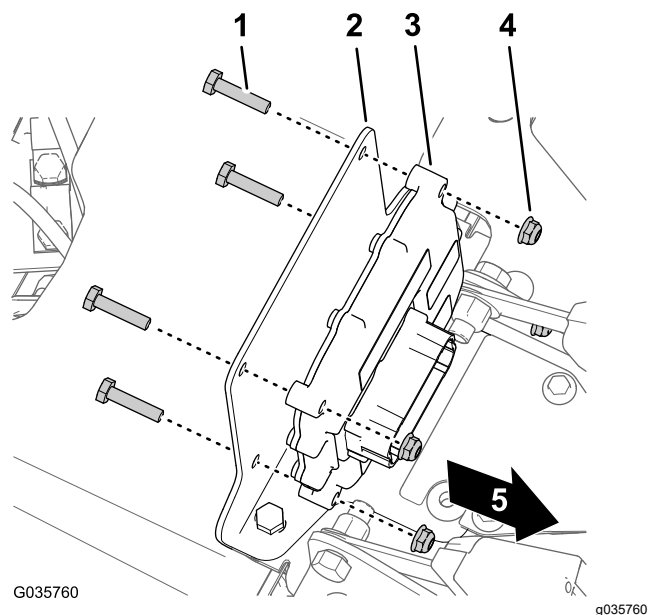

Figura 32
3. Montai controlerul electronic pe suportul de montare (Figura 32) folosind 4 uruburi ($\frac{1}{4} \times 1 \frac{1}{8}$ ") i 4 contrapiulie ($\frac{1}{4}$ ").
2. **Pentru mainile fabricate în 2015 i anterior** – localizai capacul knockout între jumătăile centurii de sigurană pentru operator i pasager i îndepărtați-l de la baza consolei (Figura 32).